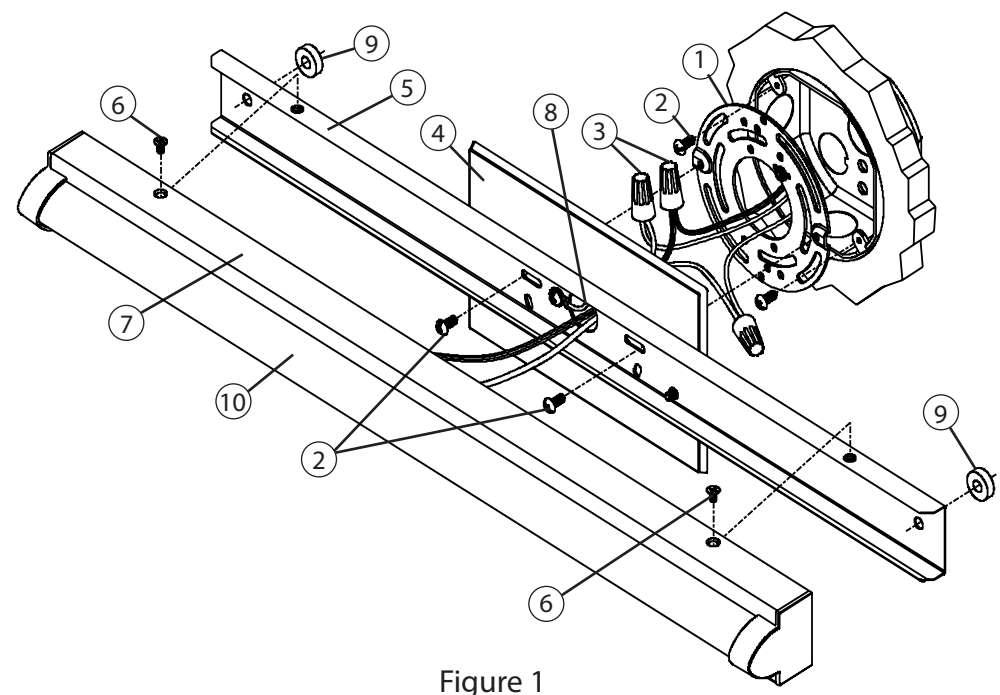

Figure 1
2. Retirer les deux vis de 1/4 po à tête plate (6) et séparer le boîtier d'assemblage (7) de la plaque arrière (5). Voir la figure 1.
- Remove two 1/4" Flat Head Screws (6) and separate the Housing Assembly (7) from the Backplate (5). See Fig. 1.
- Retire dos tornillos de cabeza plana de 1/4" (6) y separe el conjunto de la carcasa (7) de la placa posterior (5). Consulte la Fig. 1.